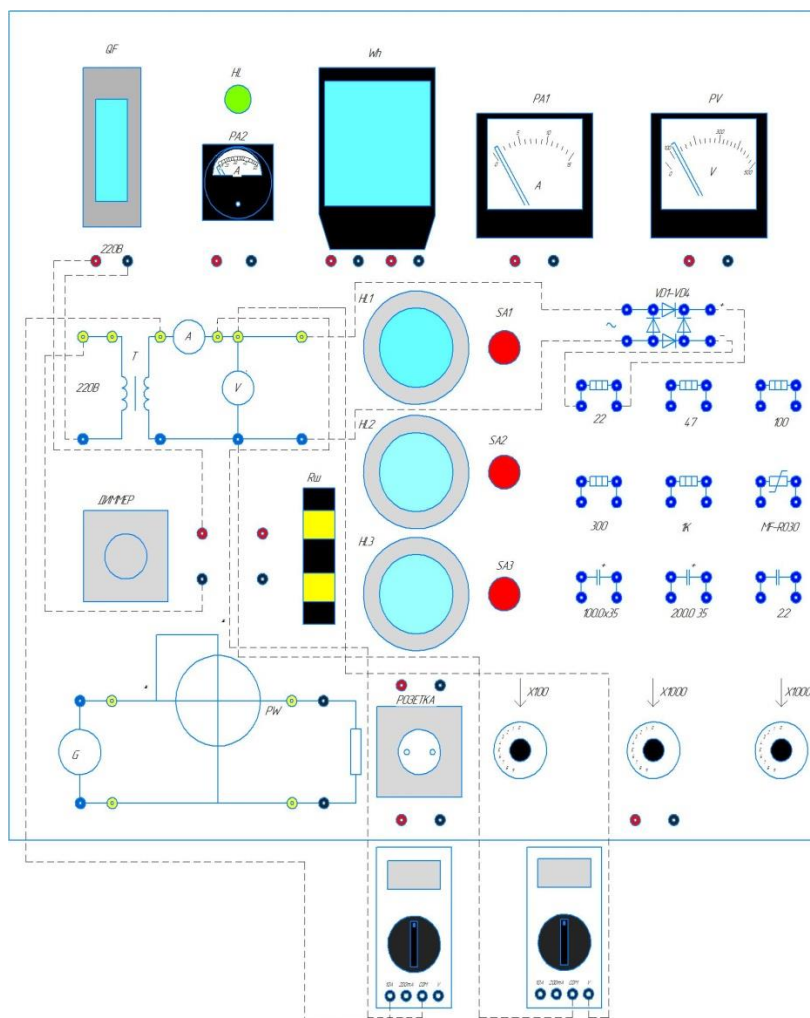

Рисунок 2. Схема соединений элементов и приборов исследуемой цепи
4. В качестве регулируемого источника напряжения включить в схему Диммер. Гибкими соединительными проводами (перемычками) в цепь подключить резистор  $R_1=22$  Ом номинальной мощностью 2 Вт через диодный мост VD1-VD4. Подключить к схеме мультиметры для измерения напряжения (AV02) и силы тока (AV01) на резисторе как показано на схеме соединений элементов и приборов исследуемой цепи (рис. 2).